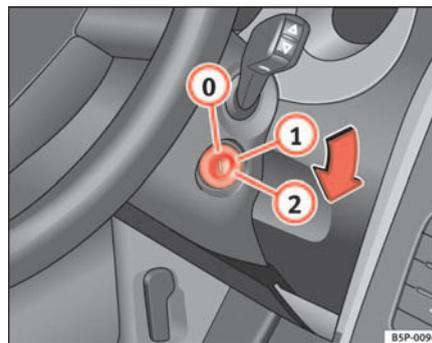

Fig. 131 Positions de la clé de contact
Dans cette position ⇒ fig. 131 l'allumage et le moteur sont déconnectés, ce qui peut bloquer la direction.
- Amenez la clé de contact en position ⇒ page 164, fig. 131 .
- Amenez la clé de contact en position ⇒ page 164, fig. 131 ▶